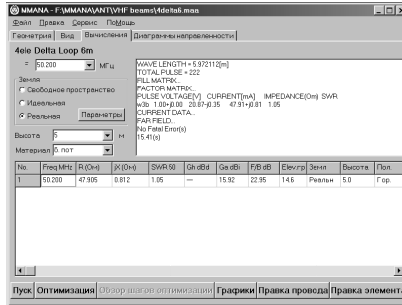

Рис. 22. Закладка «Вычисления»
**Закладка «Вычисления».** Вид этого окна показан на рис. 22. В этом окне производятся установки условий расчёта, выводится ход расчёта и окончательные результаты. В окне Частота устанавливается частота анализа антенны (по умолчанию берётся частота, установленная в закладке Геометрия). Если вам нужна специфическая частота, то введите её значение вручную.